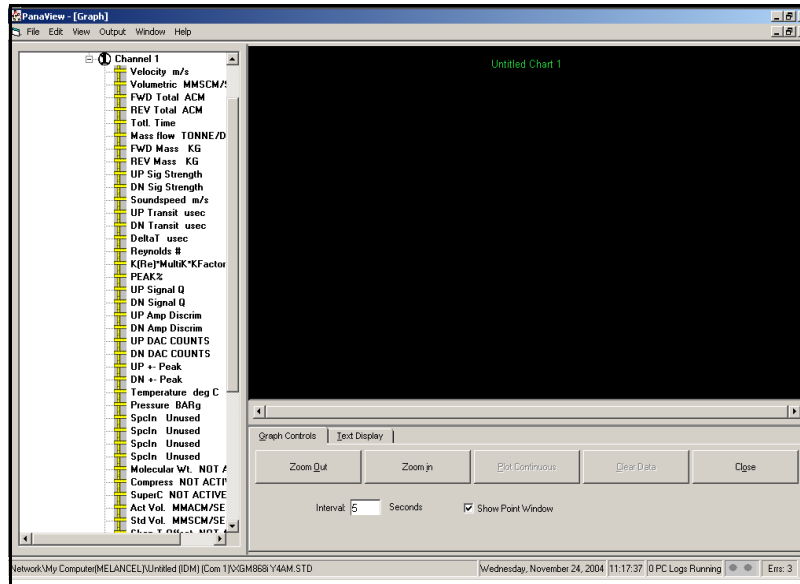

Рис. 4: Окно Graph
3. Используя меню *Window*, расположите открытые окна в нужном формате. В нашем случае на *Рис. 4* внизу отображается окно *Graph* в развернутом (полноэкранном) виде.